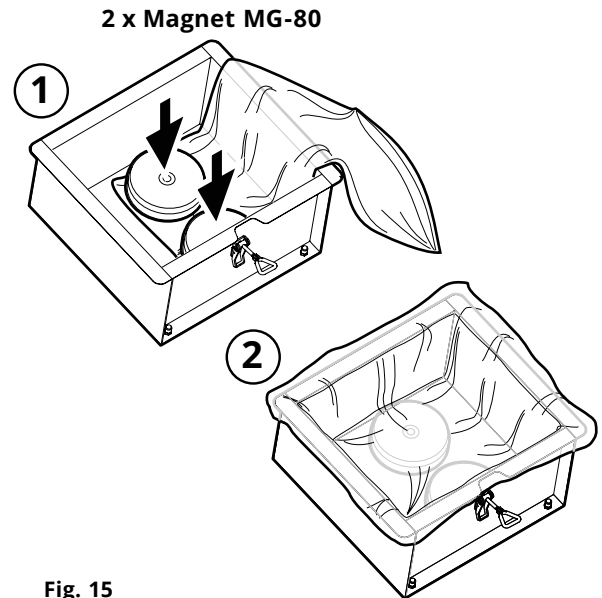

Fig. 15
6. Vuelva a colocar correctamente una nueva bolsa de polvo CFE PSW3 en el recipiente de polvo (**Fig. 15**).